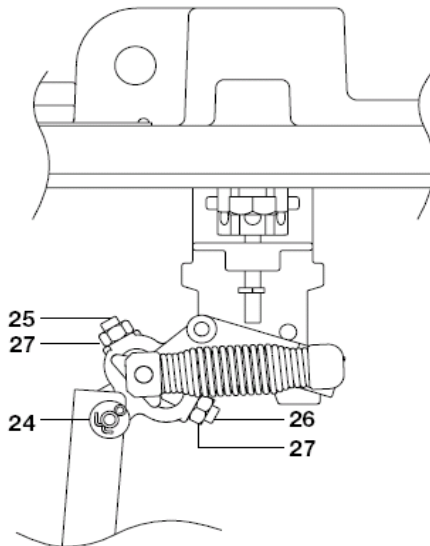

Fig. 8
**Note :** Ne pas toucher les vis de réglage (Fig. 8 : 25 et 26).
3. Vérifier les ressorts (10). Si nécessaire déposer les clips, glisser les ressorts des axes et remplacer les ressorts et les clips. (voir ref 5 e concernant ressorts)
- a) Déposer l'axe (24) de la tige connecteur et déplacer l'ensemble flotteur avec levier vers l'autre côté de la tige support.
- e) Avant de mettre les ressorts, vérifier que l'ancre des ressorts soit alignée avec le ressort et que, entre les ressort et l'ancre, le jeu soit maximum 0.35mm (Fig. 8). **Les embouts du ressort peuvent toucher l'ancre mais ne jamais être pliés autour de l'ancre.** Toujours monter avec des rondelles et des goupilles neuves.